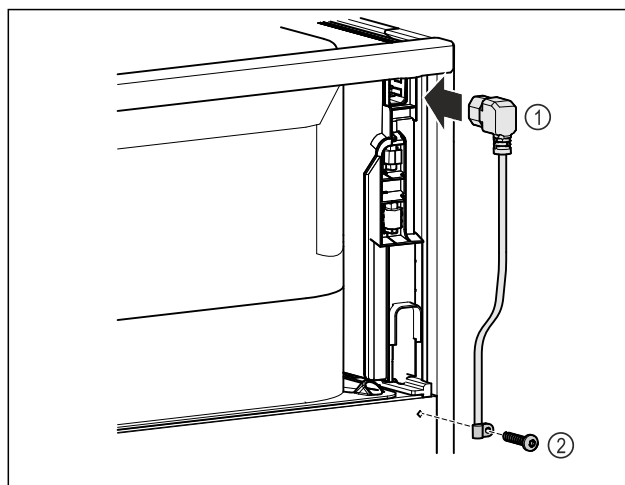

Fig. 11
- Kytke verkkoakaapelin IEC-liitäntä Fig. 11 (1) laitteen takasivulla olevaan pistokkeeseen.
- Kiinnitä kiinnike Fig. 11 (2)